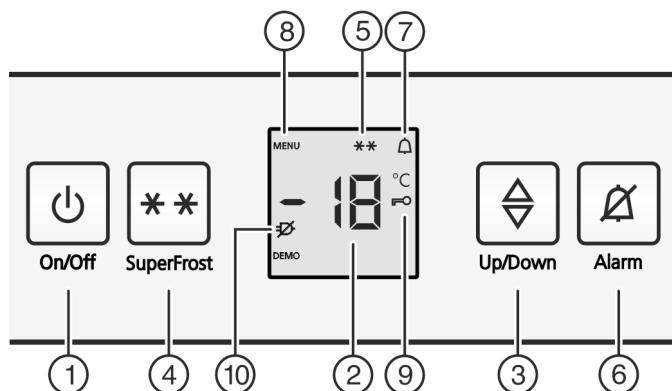

Fig. 2
- Вместе с индикацией температуры мигает символ «SuperFrost» Fig. 2 (5).*
- Нажать кнопку On/Off Fig. 2 (1).
- Активация режима настройки: Нажмите кнопку SuperFrost Fig. 2 (4) и удерживайте ее прим. 5 секунд.
► На индикаторе будет отображаться символ «Меню» Fig. 2 (8).
► Для подтверждения нажать и отпустить кнопку «SuperFrost» Fig. 2 (4).
► На индикаторе горит символ «Защита от детей» Fig. 2 (9).
► нажмите и отпустите кнопку "On/Off" Fig. 2 (1).
► Символ «Защита от детей» Fig. 2 (9) гаснет.
- Нажмите кнопку Alarm Fig. 2 (6).
Одновременно мигает индикация температуры и символ тревоги Fig. 2 (7).
Звуковой сигнал выключается автоматически, символ аварийного сигнала Fig. 2 (7) выключается и индикатор температуры перестает мигать, если температура снова становится достаточно низкой.